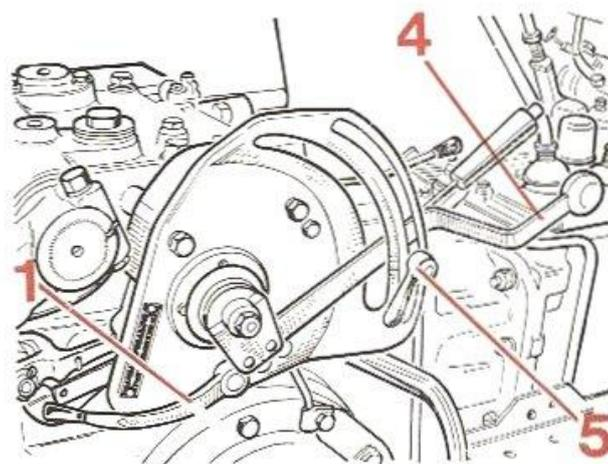

FIG. 40
A chaque position du levier (4) fig. 40 de commande du relevage sur le secteur, correspond une hauteur bien déterminée et constante du relevage, donc de l'outil. Inversement, le relevage total est réalisé lorsque le levier de commande est porté en butée vers l'arrière du secteur.
En travail pour des outils non équipés de roues ou de patins de limitation de terrage, mais qui doivent toujours occuper une position identique, il suffit de régler la butée (5) fig. 40 lorsque la profondeur désirée est atteinte. En portant le levier de commande au contact de cette butée, on retrouve un terrage de l'outil strictement égal.